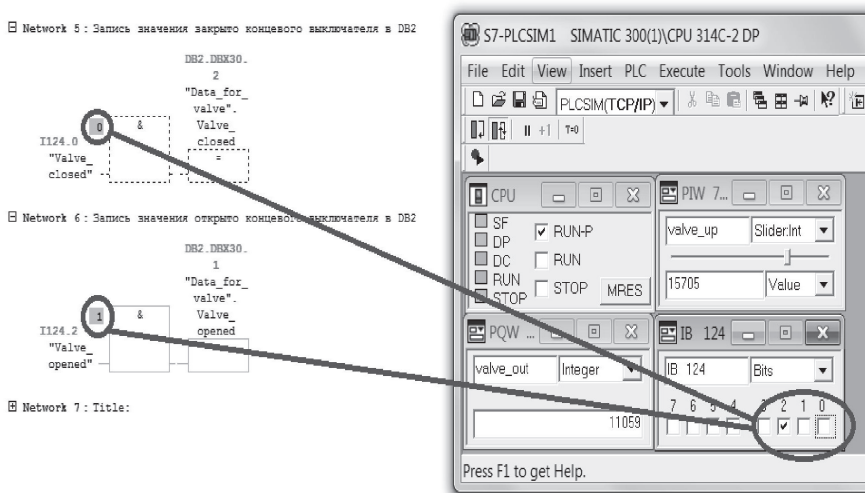

Рис. 2.34. Реакция блока OB1 на изменение значения дискретного входа в S7-PLCSIM
9. Теперь мы можем отслеживать реакцию блока на имитацию входных сигналов и проверять, правильно ли собрана логика (рис. 2.34).